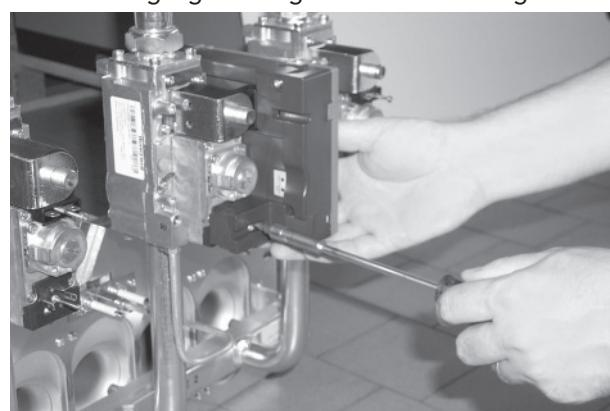
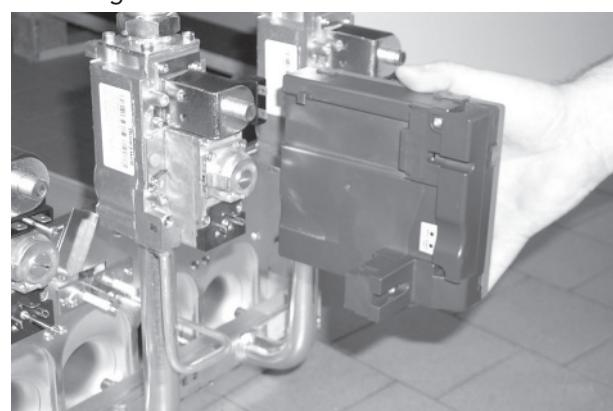

Abb. 12
Abb. 13
- Die beiden Schrauben, mit denen die elektronischen Flammenüberwachungen am Gasventil befestigt sind (Abb. 12) lösen und die Überwachungseinrichtungen aus dem Gasventil herausnehmen (Abb. 13).